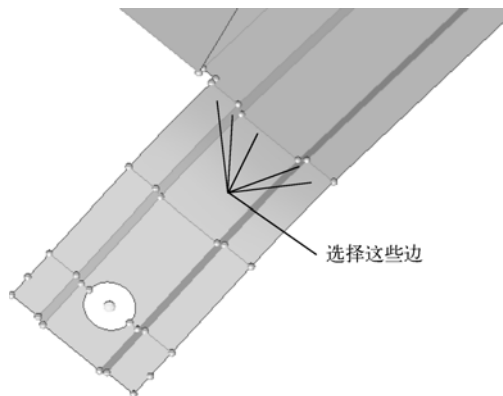

图 4-23 线的位置
- (1) 在主菜单选择 Geometry > Edit > Surface Edges > (Un) Suppress 面板。
- (2) 使用鼠标左键选择如图 4-23 所示的边。
- (3) 单击 suppress，此时所选边变成压缩状态（蓝色）。
- (4) 单击 return 按钮返回主菜单。